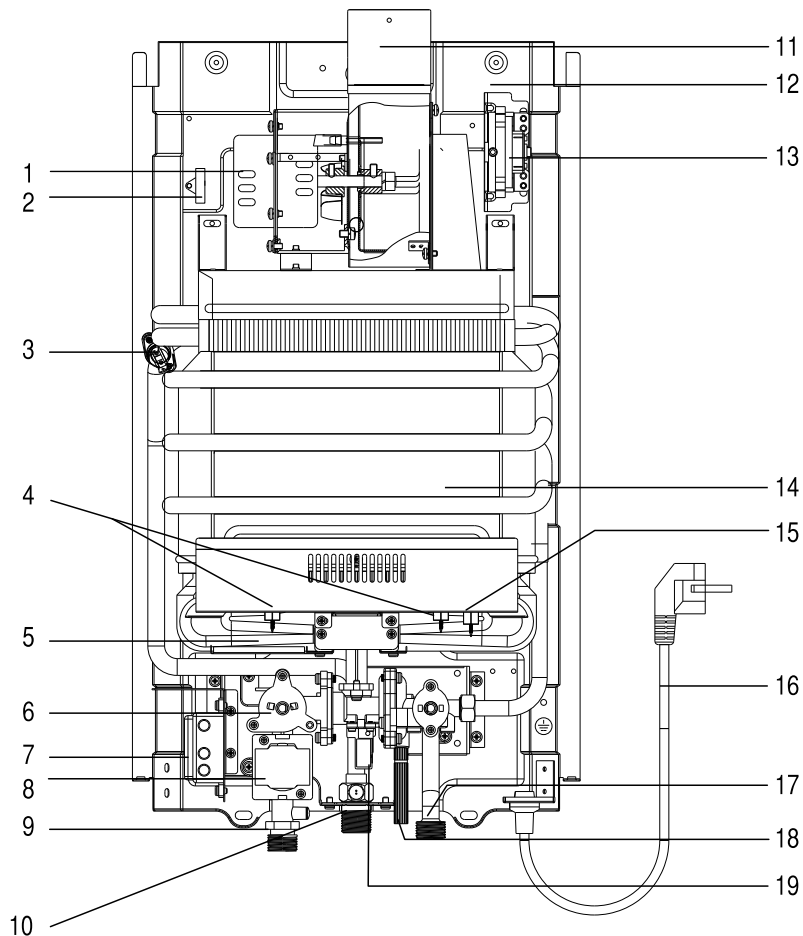

Рис. 3
- открутите сливную заглушку (18 на схеме устройства, рис. 3), для того, чтобы из водонагревателя вылилась вся вода;